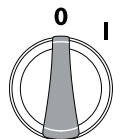
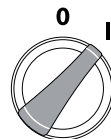

Fig. 25
Fig. 26
1. Asegúrese de que el interruptor de puesta en marcha/apagado (3) se encuentre en la posición "O" (apagado) (Fig. 25).
2. Inserte el enchufe (1) del cable de alimentación en una toma de corriente correctamente instalada.
3. Desplace el interruptor de puesta en marcha/apagado (3) de la máquina hasta la posición de encendido "I" (Fig. 26).